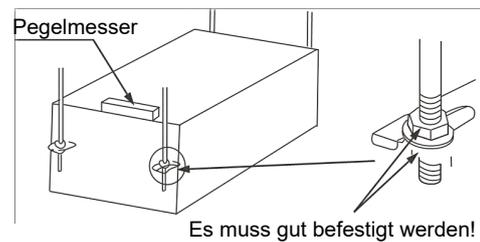

Abbildung 3.7
- 3) Überprüfen Sie die Niveaulage des Hauptgehäuses mit Hilfe des Füllstandsanzeigers (kippen Sie das Gerät niemals zur nicht ablaufenden Seite). Es ist besser, wenn das Gefälle zur Entwässerungsseite hin gerichtet ist). Schauen Sie sich Abb. 3.7.